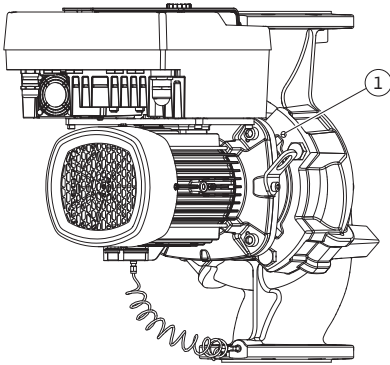

Fig. 10: Moottori-juoksupyöräyksikön painaminen ulos kierreareikien kautta
5. Paina moottori-juoksupyöräyksikkö (katso Fig. 4) ulos pumpun pesästä. Pumpputyypistä riippuen (katso Fig. I...Fig. IV) on olemassa kaksi eri tapaa. Pumpputyypissä (Fig. III ja Fig. IV) avataan ruuvit (pos. 29). Käytä niiden vieressä olevia kahta kierreareikää (Fig. 10, pos. 1) ja sopivia, asiakkaan hankkimia ruuveja (esim. M10 x 25 mm). Käytä pumpputyypissä (Fig. I ja Fig. II) kahta kierreareikää M10 (Fig. 104). Käytä niihin sopivia ja asiakkaan hankkimia ruuveja (esim. M10 x 20 mm). Irti painamiseen voidaan käyttää myös uria (Fig. 104, pos. 2).